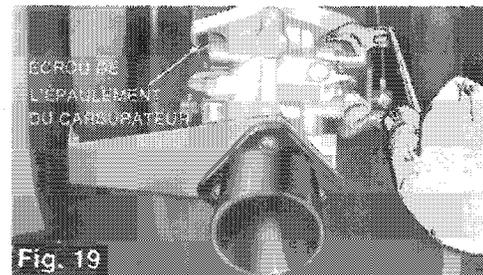

Fig. 19
Après les deux (2) premières heures de marche, vérifiez le serrage des écrous de l'épaulement du carburateur. Utilisez la clé de 13mm de la trousse à outils et serrez-les si nécessaire (fig. 19).